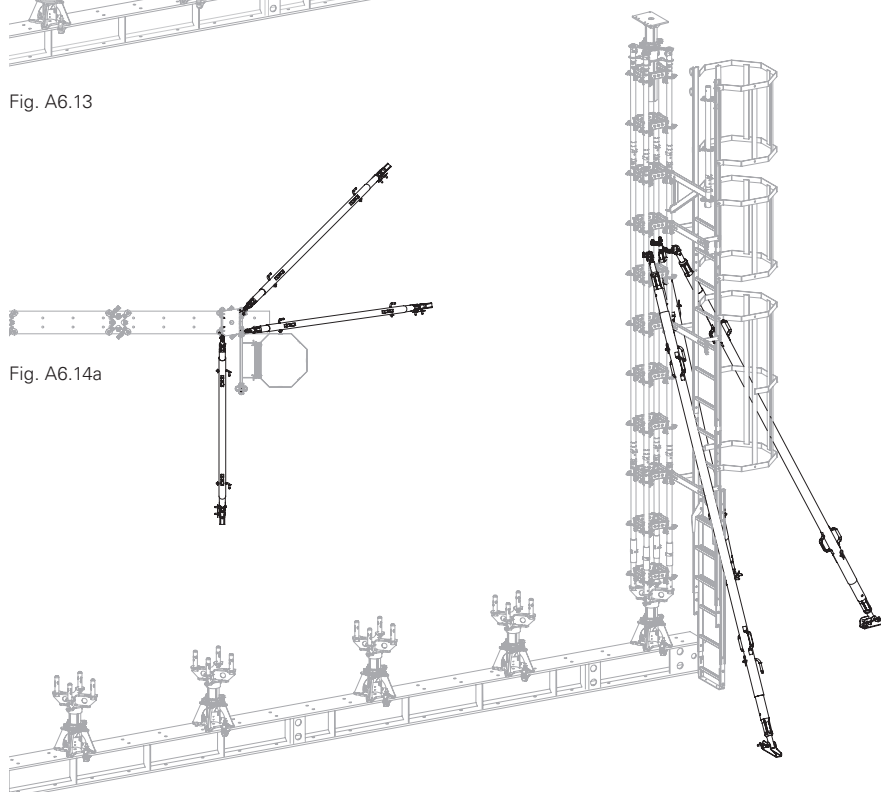

Fig. A6.14
3. Per il montaggio, sostenere il puntello a portata elevata HD con tre puntelli tira-spingi. (Fig. A6.14 + A6.14a) Vedere Sezione A3 "Stabilizzazione con puntelli tira-spingi".